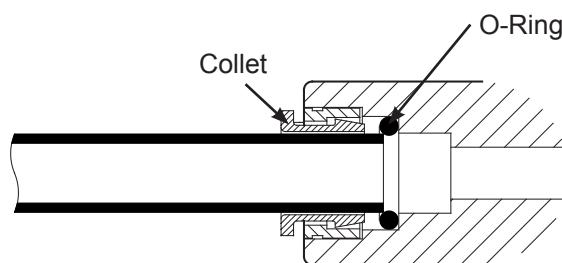
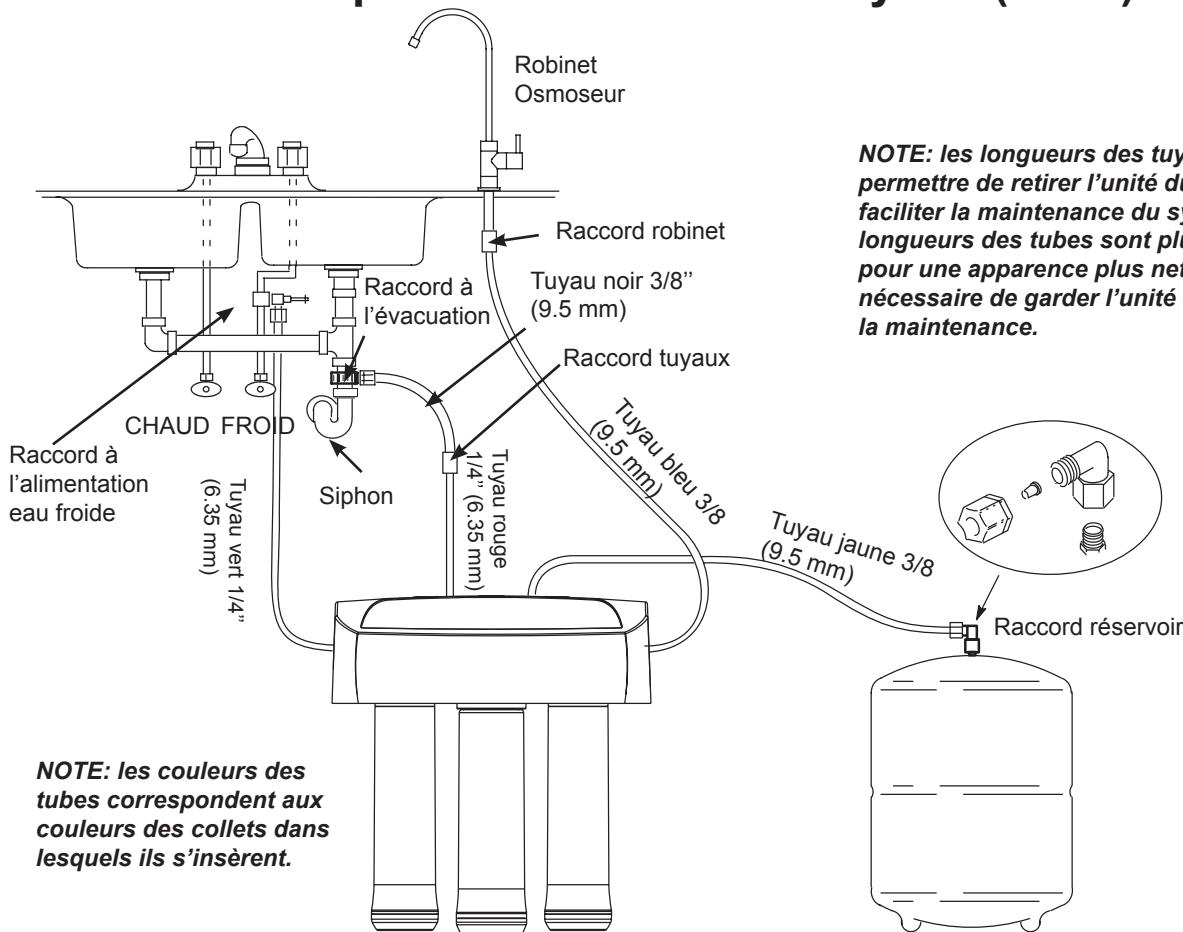

FIG. 16
FIG. 20
1. Poussez le tuyau dans la douille jusqu'à ce qu'il pénètre dans le joint torique. Continuez d'exercer une pression jusqu'à ce que les bouts des tuyaux reposent contre le bout du raccord. Cf Fig. 17. L'erreur courante consiste à cesser de pousser lorsque le tuyau pénètre dans le joint torique. Lorsque le tuyau de 1/4" (6.35 mm) est complètement inséré, 1.7 cm de tuyau est entré à l'intérieur du raccord. Lorsque qu'un tuyau de 3/8" (9.5 mm) est complètement inséré, 1.9 cm du tuyau est entré à l'intérieur du raccord. Vous pouvez faire créer des repères sur les tuyaux à l'aide de scotch ou d'un marqueur. Cf Fig. 16 & 17.
- Dirigez l'une des extrémités du tuyau vert vers le raccord à l'alimentation en eau froide. Cf Fig. 20.
- Insérez correctement à l'intérieur du collet. Cf Figs. 16 & 17.
- Dirigez l'une des extrémités du tuyau bleu vers le raccord du robinet d'osmose inverse. Cf Fig. 20.
- Insérez bien profondément à l'intérieur du raccord du robinet. C'est un raccord poussoir. Cf Figs 16 & 17.
- Dirigez l'autre extrémité du tuyau rouge vers un point entre le raccord à l'égout et l'unité d'osmose inverse. Cf Fig. 20.
- Insérez profondément à l'intérieur du raccord-poussoir au diamètre approprié (1/4") appelé «Raccord tuyaux» (Fig. 20). Cf Fig 16 & 17.
- Coupez l'une des extrémités du tuyau en angle droit et l'insérer dans la partie 3/8" du système poussoir du raccord tuyaux. Cf Fig 16 & 17.
- Dirigez l'autre extrémité du tuyau noir vers le raccord à l'égout (Fig. 20). Coupez le tuyau de manière à la raccorder de manière la plus droite et directe possible vers le raccord à l'égout. Il ne doit pas y avoir de boucle, déclin ou frisotti.
- Dirigez l'autre extrémité du tuyau jaune vers le raccord situé sur la bonbonne de stockage. Cf Fig. 20.